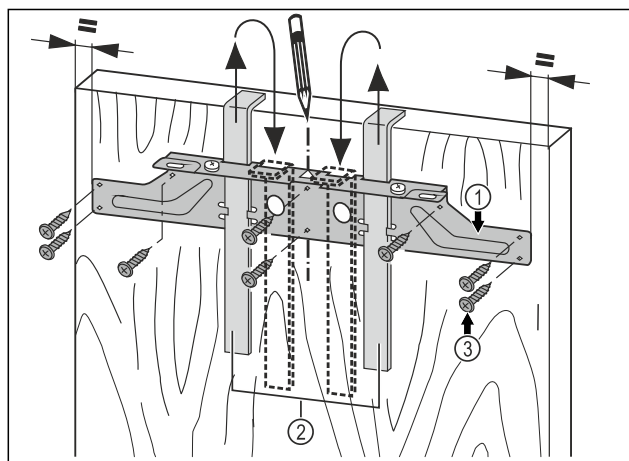

Fig. 45
- ▶ Навесьте крепежную поперечину Fig. 45 (1) с монтажными вспомогательными элементами Fig. 45 (2) на внутреннюю сторону мебельной двери.
- ▶ Выровняйте крепежную поперечину Fig. 45 (1) по центру на двери.
▶ Прикрутите крепежную поперечину Fig. 45 (1) по меньшей мере 6 винтами Fig. 45 (3).
▶ Прикрутите крепежную поперечину Fig. 45 (1) 4 винтами Fig. 45 (3) по краю.
- ▶ Вытяните вверх монтажные приспособления Fig. 45 (2) и, развернув, вставьте их в расположенные рядом приемные отверстия.